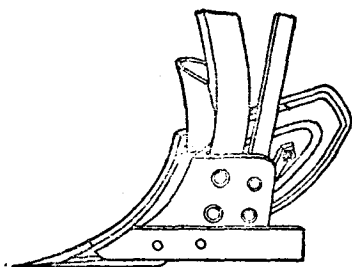
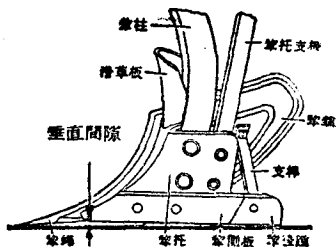

图2 前犁头
图3 后犁头和垂直间隙
2. 犁头：双輪双鐮犁有前后两个犁头（见图2、图3）。犁头是由犁鐮、犁鏡、犁托、犁側板、犁后踵（ LXZ ）（前犁头没有）、滑草板等件合成的。犁鐮是用来切土和鏟土的。犁鏡是用来碎土和翻土的。犁側板能抵抗因翻土、碎土而发生的側压力，使犁走得平穩。犁后踵代替犁側板着地，以免犁側板磨損太快。滑草板可以把搜集在犁柱前的草秸滑落下去，免得拥塞在上面，妨碍耕地。犁托是連接犁头各个零件用的，犁鐮、犁
深。象中型双轮双铧犁的情形，垂直间隙最大的地方（图3上箭头指的地方），应该够二分六厘到三分五厘。